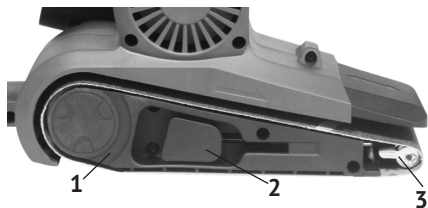

рис.2
1.11 Замена ленты осуществляется просто и быстро, используя рычаг натяжения (рис.2 поз.2), расположенный на правой стороне инструмента, в проёме правй плоскости лентодержателя. (рис.2 поз.1)
- отвести рычаг натяжения ленты (рис.2 поз.2) вперёд до упора (при этом ведомый ролик сместится назад, к ведущему);